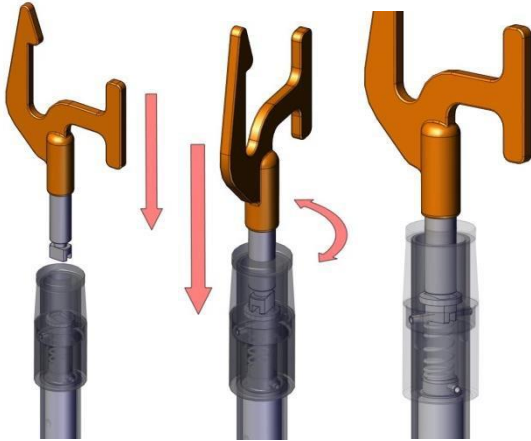

Figure 4. Installation d'accessoires dans la tête UDI
2.7. Insérez la bride à fixation de la pièce ou de l'indicateur dans la tête et, en tournant légèrement la bride, faites en sorte qu'elle entre dans la prise de la tête. Figure 4